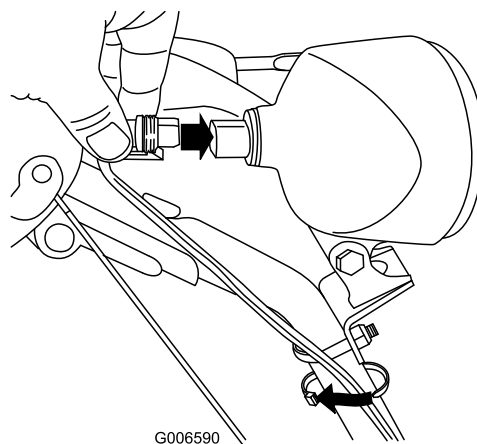

Figure 60
6. Branchez le connecteur du fil directement à l'arrière du phare en l'enfonçant bien en place (Figure 60).